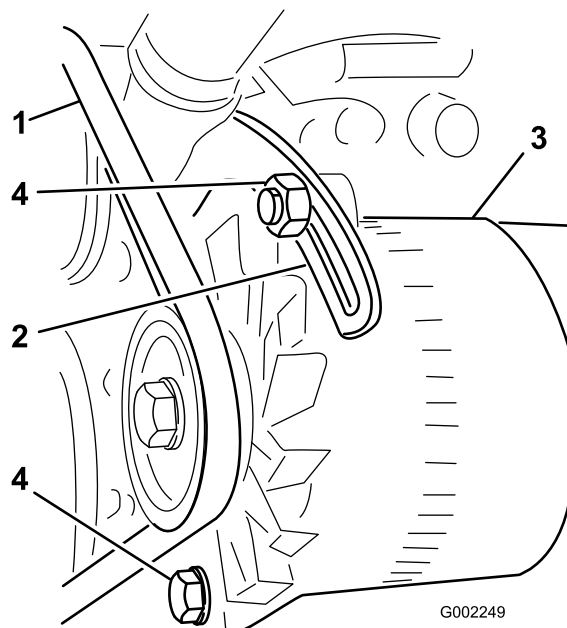

図 106
3. オルタネータのピボット部にあるボルト、およびオルタネータをプレースのスロットに固定しているボルトをゆるめる (図 106)。